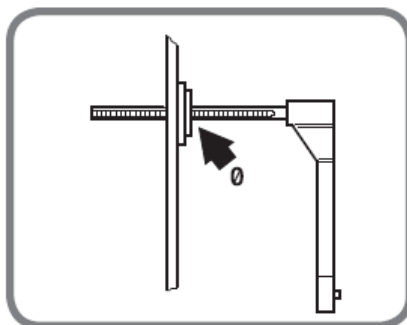

Рис. 37 Положение 0 сенсора
1. Установить сенсор диаметра и расстояния на значение "0" адаптера, как это показано на рис. 37.